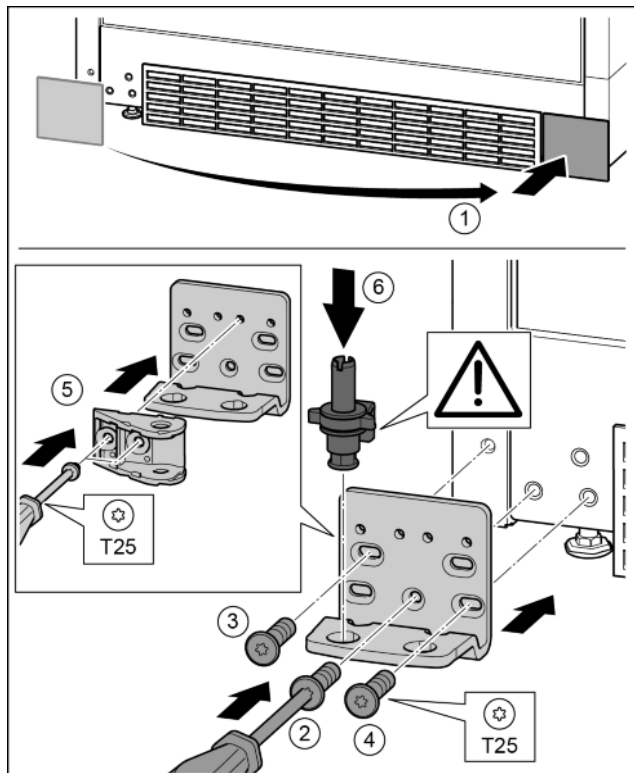

Fig. 31
- ▶ Asportare la copertura e applicarla sull'altro lato. Fig. 31 (1)
- ▶ Applicare il blocco di supporto sull'altro lato e avvitare con un cacciavite T25. Iniziare dalla vite 2 centrale in basso. Fig. 31 (2)
- ▶ Serrare la vite 3 e 4. Fig. 31 (3, 4)
- ▶ Ruotare il collegamento dell'ammortizzatore di chiusura di 180°. Sull'altro lato del blocco di supporto avvitare con un cacciavite T25. Fig. 31 (5)
- ▶ Inserire completamente il perno di supporto. Prestare attenzione che l'arresto sia rivolto verso il lato posteriore. Fig. 31 (6)